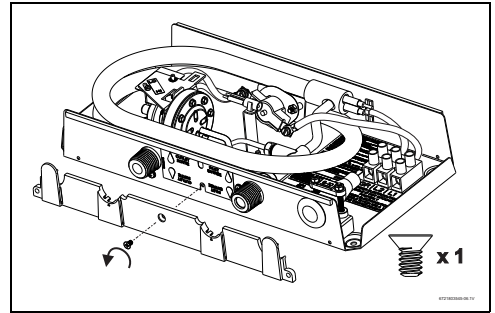

Fig. 7
- ▶ Quite (o remueva) lo tornillo central y quite (o remueva) el soporte (o guía) inferior (Fig. 7).